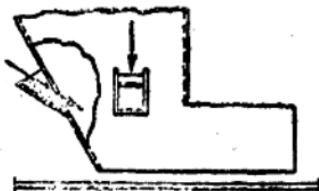

图 1
17. 为防止燃料阻塞于漏斗(下料管)内，漏斗(下料管)壁上须设置严密封闭的疏通孔(图1)。